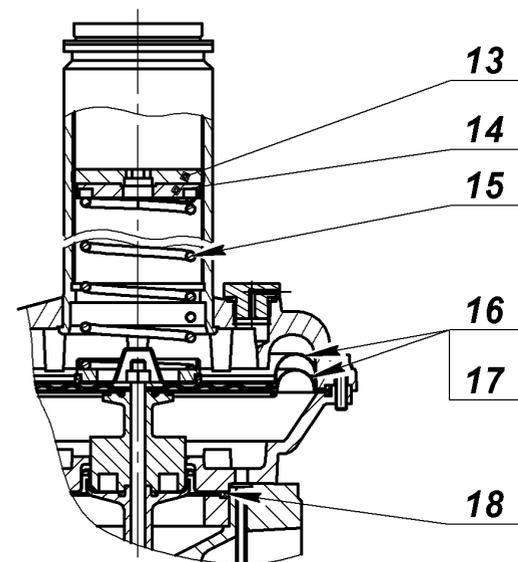

Рис. 4
- используя шестигранное отверстие (s12) в регулировочном винте 13 (рис. 4) при его повороте по часовой стрелке можно увеличить давление на выходе регулятора до заданного значения. Поворачивая регулировочный винт 3 против часовой стрелки происходит уменьшение давления на выходе. После проведения регулировки защитную пробку 4 необходимо установить в прежнее положение.
4.5 Замена пружины регулятора должна производиться в следующем порядке (рис. 4):
- Дополнительно на рис. 4 показаны: